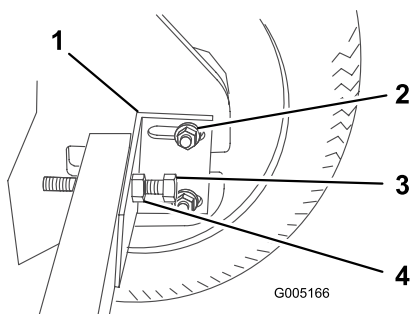

Figura 31
3. Afloje las tuercas que sujetan el soporte de retención del eje (Figura 31).
4. Afloje la tuerca del perno tensor de la cadena y afloje el perno (Figura 31).
7. Apriete el soporte de retención del eje contra el eje y el bastidor, luego apriete la tuerca del perno para sujetarlo (Figura 31) ; apriete la tuerca a 30 pies-libra (40,7 Nm).